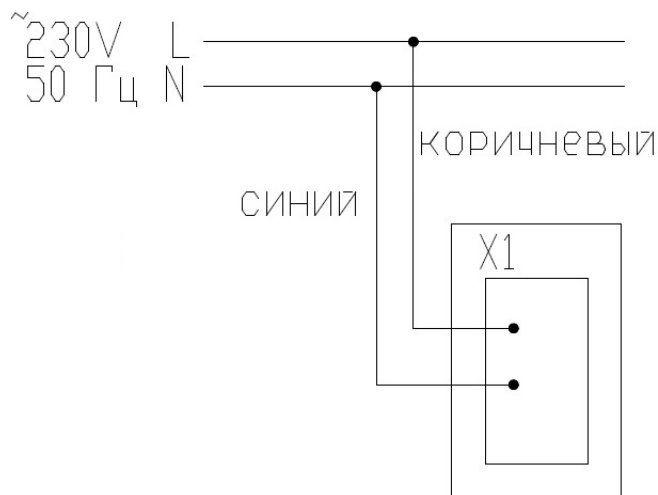

Рис. 1
- Завести сетевой кабель через гермоизолятор в корпусе и подключить к клеммной колодке, закрепленной на отражателе, в соответствии со схемой подключения (рис. 1);